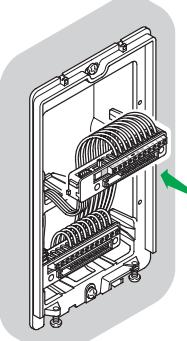

Fig. 6
- Fig. 6** Cablaggio morsettiera inserita o estraetta
- Fig. 6** Cabling terminal board inserted or withdrawn
- Fig. 6** Câblage boîte à bornes insérée ou retirée
- Fig. 6** Aansluitblok plaatsen of verwijderen
- Fig. 6** Kabelverlegung der Klemmleiste eingefügt oder herausgezogen
- Fig. 6** Cableado de la caja de bornas conectada o extraída